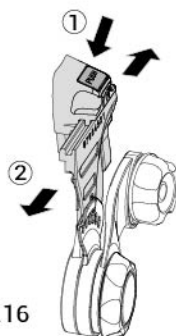

fig.16
- Para ajustar la distancia entre la cara del usuario y la lente, presione el botón en cada adaptador y luego deslice hacia adelante o hacia atrás (véase la fig. 16).